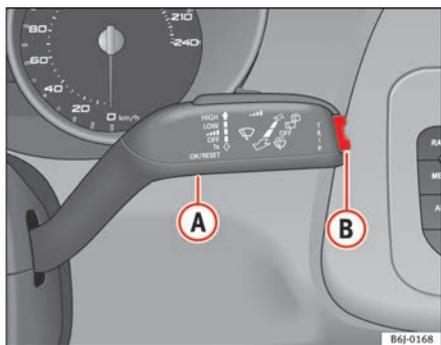

Fig. 33 Palanca del limpiacristales: tecla A y tecla basculante B
- Con el encendido conectado, pulse brevemente la tecla ⇒ fig. 33 **A** de la palanca del limpiacristales para cambiar de una memoria a otra.